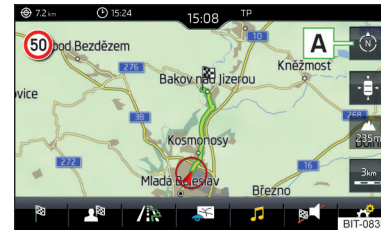

Abb. 241
- › Zur **Änderung der Kartenausrichtung** im Hauptmenü *Navigation* die Funktionsfläche  **A** » Abb. 241 antippen.